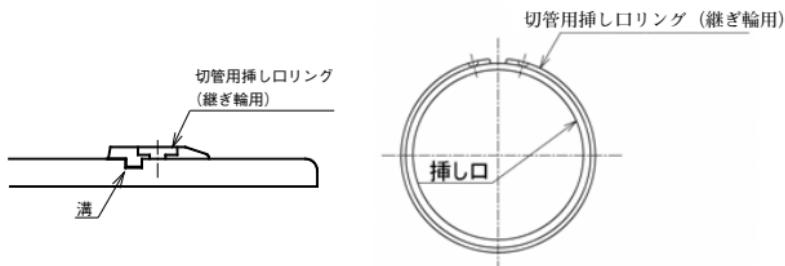

図89 切管用挿し口リングのセット
- ① 溝内に砂などの異物が入ってないことを確認したら、専用の挿し口リング拡大器を用いて切管用挿し口リング(継ぎ輪用)を挿し口にセットする(図89)。